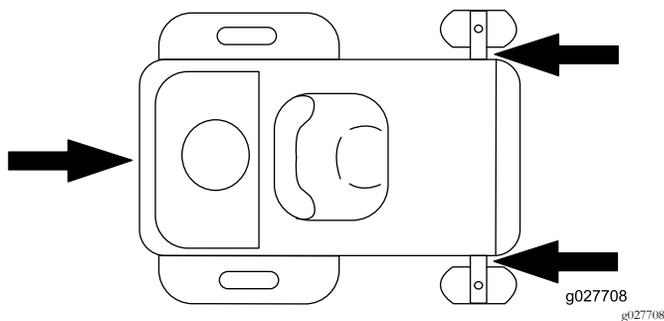

Figure 37
- Arrimez la machine près des roues pivotantes avant et du pare-chocs arrière (Figure 37).